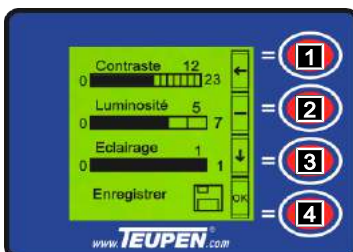

Fig. 90
1. Sélectionner le réglage souhaité avec les [Touches de fonction] (Fig.90/2 et 3).
2. Confirmer le réglage sélectionné avec la [Touche de fonction] (Fig.90/4).
3. Augmenter la valeur du réglage souhaité avec la [Touche de fonction] (Fig.90/2). Diminuer la valeur du réglage souhaité avec la [Touche de fonction] (Fig.90/3).
4. Confirmer la valeur avec la [Touche de fonction] (Fig.90/4).